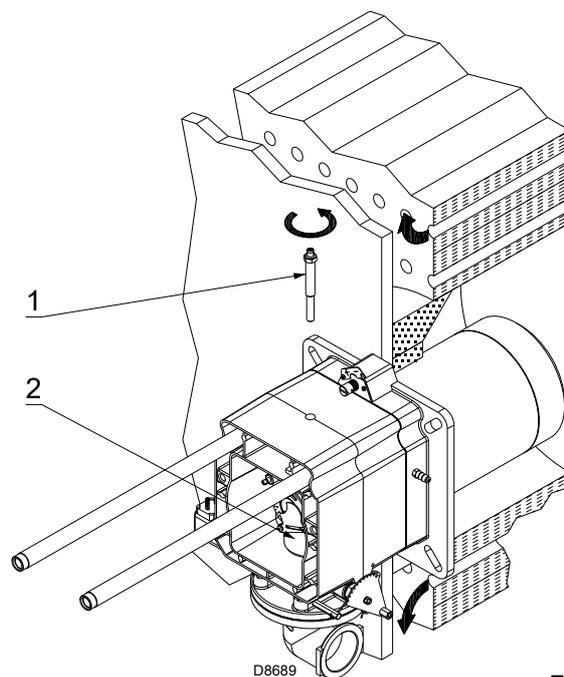

Fig. 12
- d'enlever la vis 1)(Fig. 12);
- d'extraire la partie interne 2)(Fig. 12) de la tête et de procéder à leur réglage.
À ce point de l'installation, la tête de combustion est fixée à la chaudière comme illustré dans la Fig. 12, page 16.